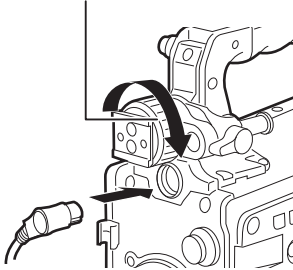

Figura 1
- 2** Conecte la clavija de conexión al terminal <VF> de la cámara. (Figura 1)
- 3** Afloje el anillo de posicionamiento de rotación hacia los lados del visor. (Figura 1)